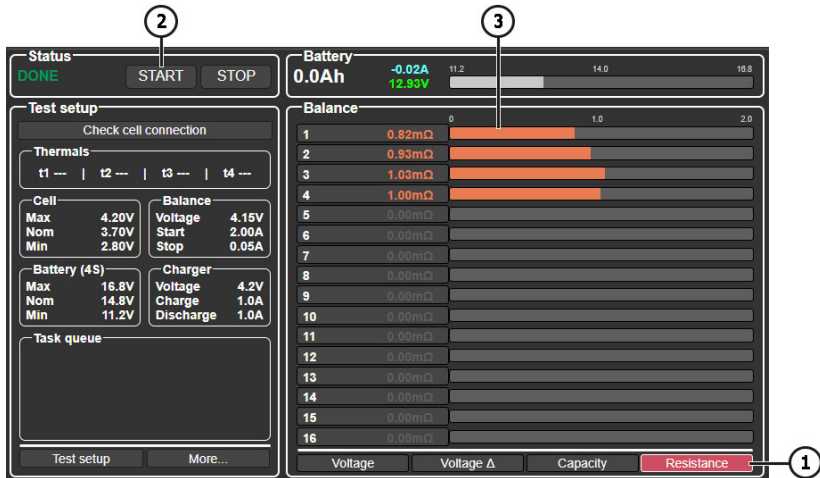

Figura 20
3. En el menú principal, seleccione el modo de visualización de los valores de resistencia interna pulsando el botón «Resistance» (ver Figura 20).
4. Para iniciar la prueba, pulse el botón «Start» en el menú principal (ver posición 2 en la Figura 20). En unos segundos se mostrarán los resultados de las mediciones (ver posición 3 en la Figura 20).